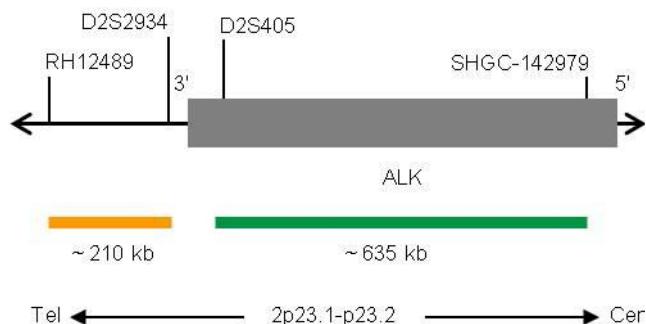

Fig. 1: Carte de la sonde SPEC ALK (pas à l'échelle)
- Polynucléotides marqués au ZyGreen (excitation 503 nm/émission 528 nm) (~10.0 ng/ μ l), qui ciblent une séquence de 2p23.1-p23.2* (chr2:29,460,144-30,095,822) proximale de la région des points de rupture de ALK (voir figure 1).
- Polynucléotides marqués au ZyOrange (excitation 547 nm/émission 572 nm) (~4.5 ng/ μ l), qui ciblent une séquence de 2p23.2* (chr2:29,174,204-29,383,335) distale de la région des points de rupture de ALK (voir figure 1).